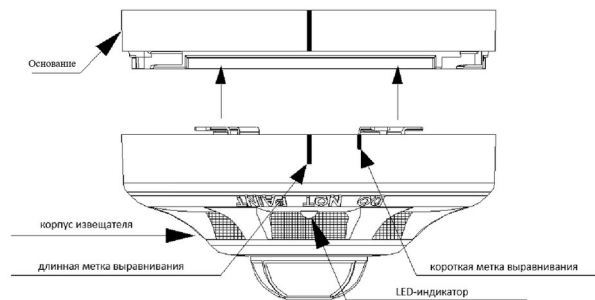

Рисунок 1 – Установка извещателя/оповещателя пожарного на Основание
• Рисунок 1 - Базовое 4х – контактное основание SNR-302A